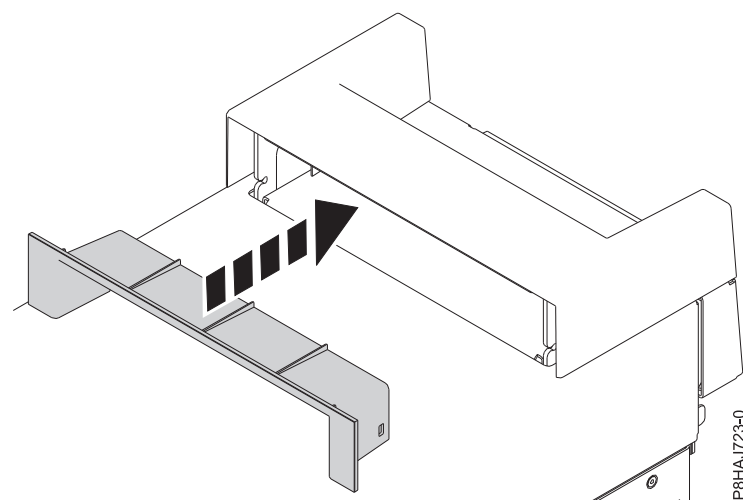

Figura 25. Inserción de la pieza en la tapa de asa en un sistema 8286-41A autónomo
2. Inserte la pieza en la tapa de asa presionándola con firmeza, tal como se muestra en la Figura 25.